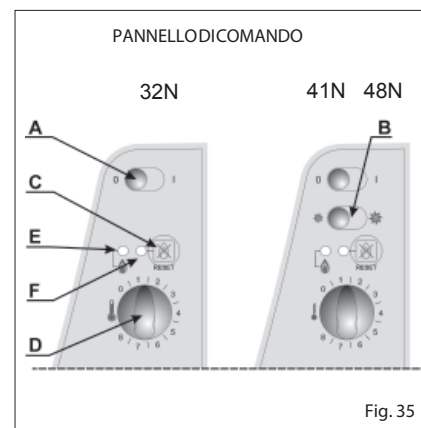

Fig. 35
11.2.2 (I richiami alle funzioni del pannello di comando che seguono si riferiscono alla fig. 35).
a) Portare l'interruttore (A) nella posizione di accensione "I" per iniziare il ciclo di accensione. Se si è installato il kit orologio programmatore digitale fare riferimento alle istruzioni ad esso allegate per eseguire le manovre supplementari.
b) Ruotare la manopola del termostato ambiente (D) in senso orario verso il massimo valore. Da questo momento inizia la fase di avviamen-